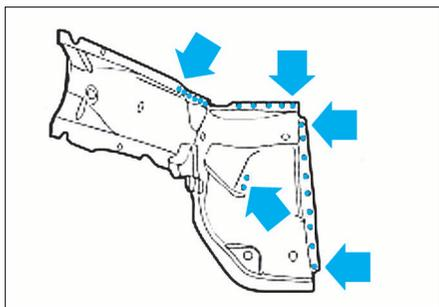
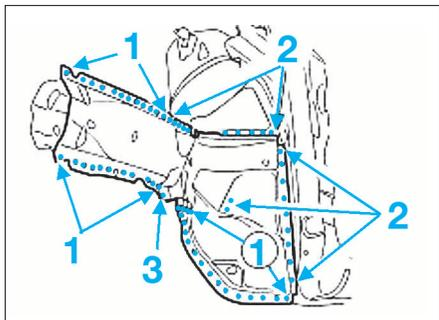

FIG. 23
FIG. 24
- Percer la partie extérieure de longeron avec un foret Ø 10mm aux emplacements prévus (Fig.23) afin de la souder par bouchonnage.
- Souder par résistance par points (1), par bouchonnage (2) (bouchonner les trous effectués (Fig.23)) et cordon continu sous protection gazeuse (3) la partie extérieure de longeron (Fig.24).